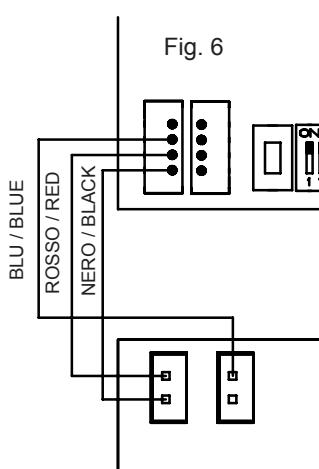

Fig. 6
- Collegare il cablaggio a **3 conduttori** (fig.6) se l'unità elettronica impiegata è l'art. 13F1 / 13F2.
- Connect the **3 wires** (fig. 6) if the electronic unit used is art. 13F1 / 13F2.
- Brancher le câblage sur **3 conducteurs** (fig.6) si l'unité électronique utilisée est l'art. 13F1 / 13F2.
- Bei Verwendung der Elektronikeinheit Art. 13F1 / 13F2 an **3 Leiter** anschließen (Abb. 6).
- Conecte el cableado de **3 conductores** (fig. 6) si se utiliza la unidad electrónica Art. 13F1 / 13F2.
- Ligue a cablagem de **3 condutores** (fig.6) se a unidade electrónica utilizada for o art. 13F1 / 13F2.